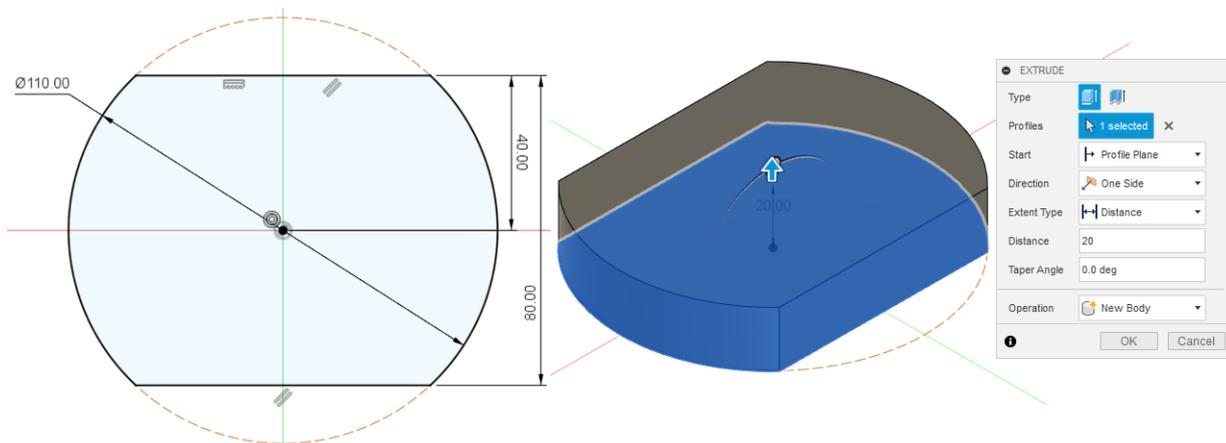

Рис. 4.6. Ескіз №1 та його видавлювання
1. На площині XY (зверху) створіть SKETCH (ескіз) Початок координат повинен знаходитися в центрі ескізу.. За допомогою інструменту Extrude витягнути створений ескіз на відстань **20 мм** (рис. 4.6).